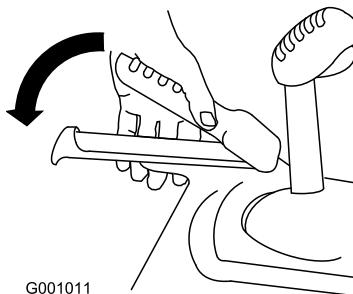

Figure 13
3. Serrez le levier gauche (de transmission) contre la poignée (Figure 13).
- 6. Serrez le levier gauche (de transmission) contre la poignée (Figure 13).